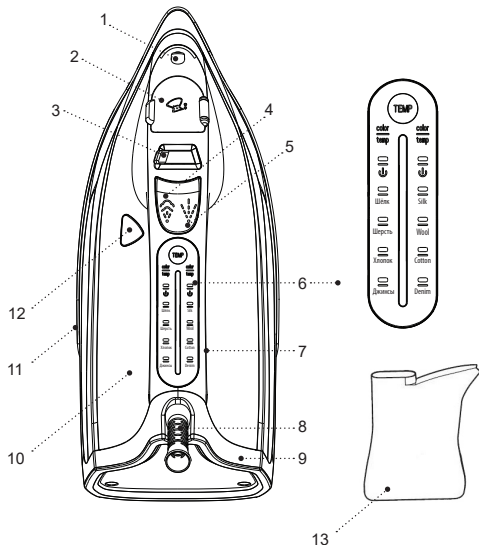
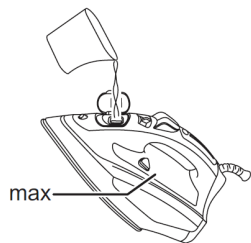

Рис. 1
Рис. 2
- Stellen Sie den den Dampfregler (3) in die Position «» (Dampfzufuhr ausgeschaltet) ein (Abb. 1).
- Wickeln Sie das Netzkabel um die Fußplatte (9) auf.
- Установите регулятор постоянной подачи пара (13) – в положение «» (рис. 1).
- Откройте крышку заливочного отверстия (2).
- Используя мерный стаканчик (13), залейте воду в резервуар, закройте крышку (2) (рис. 2).